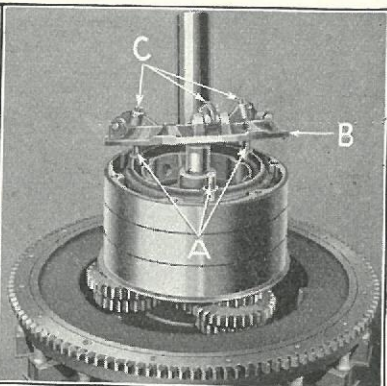

Fig. 205
- 311 Paasæt Drivpladen »B« (Fig. 205) paa Gearakslen og anbring den saaledes paa Bremsetromlen, at Enden af Regulerings-skruerne »C« i Koblingsfingrene kommer i Berøring med de tre Tappe paa Koblingsringen.